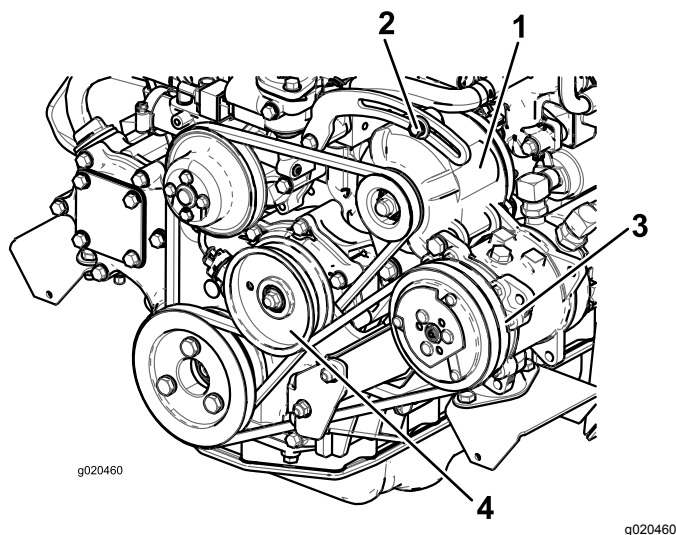

Рисунок 112
Если прогиб не равен 10 мм, ослабьте болты крепления генератора (Рисунок 112).
2. Для установки величины отклонения 10 мм ослабьте болт крепления натяжного ролика (Рисунок 112).